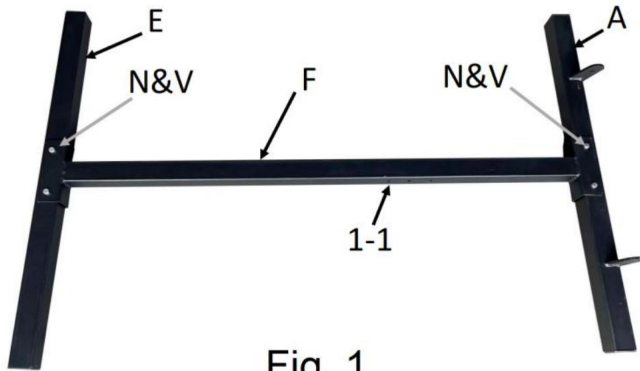

Fig. 1
1. Montera basbenet (E) och basramen (A) till anslutningspelaren (F). Sätt in änden av anslutningspelaren (F) i basramen och basbenet (E) och rikta in bulthålen. Höjdjusteringshålen (Fig.1 1-1) kommer att finnas på inuti. Säkra varje del med en rambult (N) och låsmutter1 (V).